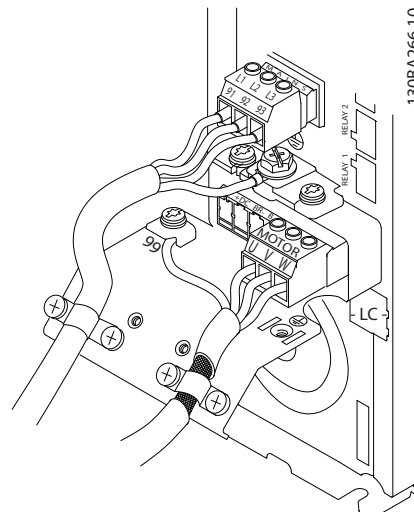

Bild 4.15 Jordning med hjälp av skärmade kablar
Jordklämmor bifogas för motorkablarna (se Bild 4.15).
Bild 4.15 visar nätingången, motorn och jordningen för frekvensomriktare av standardtyp. Den verkliga konfigurationen kan variera beroende på enhetstyp och tillvalsutrustning.
- Anslut 3-fas växelströmskablar till plint L1, L2 och L3 (se Bild 4.15).
- Alla frekvensomriktare kan användas med såväl en isolerad ingångskälla som med jordade referenseffektledning. Om frekvensomriktaren matas med nätspänning från ett isolerat nät (IT-nät eller flytande delta) eller från ett TT/TN-S-nät med en jordad gren (jordat delta) måste du ställa in *parameter 14-50 RFI-filter* på OFF (AV). När den här avstängd är RFI-filterkondensatorerna mellan chassi och mellankretsarna isolerade. Den här isoleringen förhindrar skador på mellankretsen och reducerar jordströmmar i enlighet med IEC 61800-3.